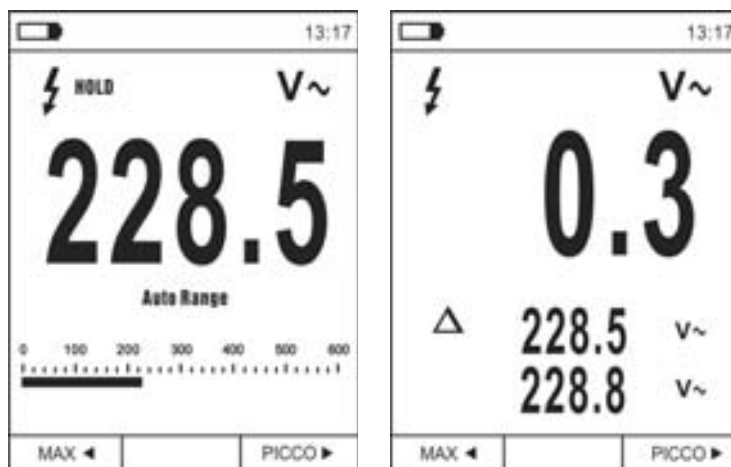

Fig. 8: Misura relativa
1. Premere a lungo il tasto **HOLD/REL** per entrare nella misura relativa (vedere Fig. 8 – parte destra). Lo strumento azzerava il display e salva il valore visualizzato quale valore di riferimento a cui saranno riferite le successive misure. Il simbolo “Δ” è mostrato a display. Le funzioni “MAX/MIN” e “PICCO” non sono attive in questa modalità